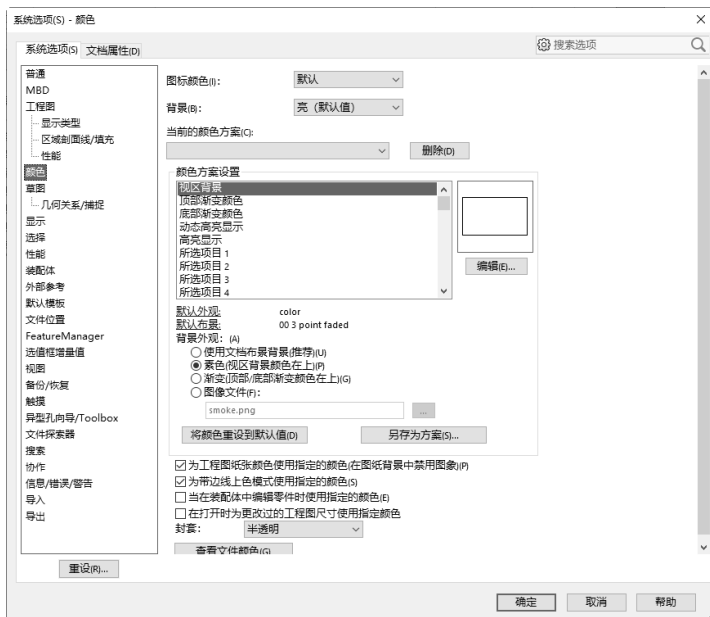
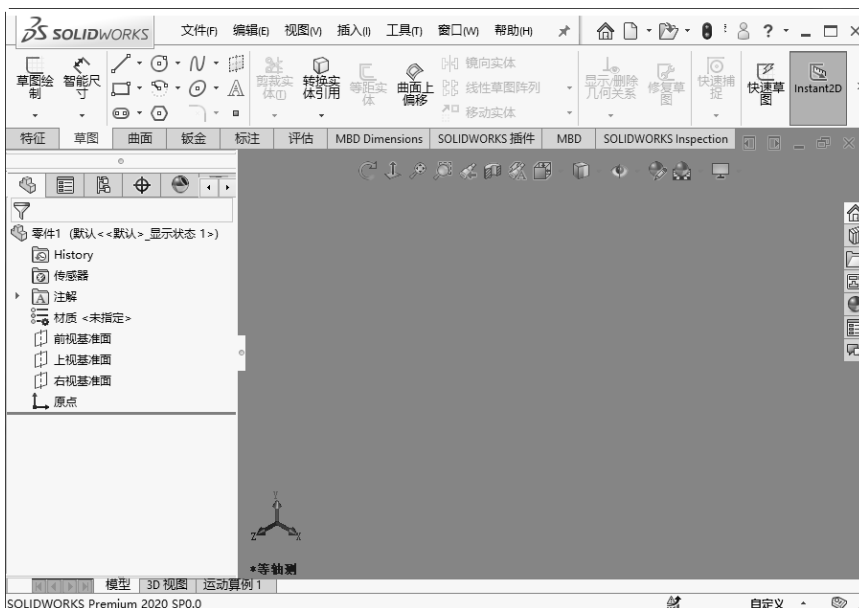

图 1-39 “系统选项”对话框
图 1-41 设置背景后的效果
(1) 执行命令。选择菜单栏中的“工具”→“选项”命令, 此时系统弹出“系统选项”对话框, 如图 1-39 所示。
(2) 设置颜色。在“系统选项”选项卡中选择“颜色”选项, 如图 1-39 所示。
在图 1-39 所示的对话框中, 选中下面 4 个不同的选项, 可以得到不同背景效果, 用户可以自行设置, 在此不再赘述。设置背景后的效果如图 1-41 所示。